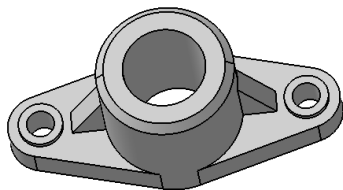

图 3-71 轴座
4. 完成轴座的建模, 如图 3-71 所示。复习拉伸、切除、肋特征, 练习基本建模方法。